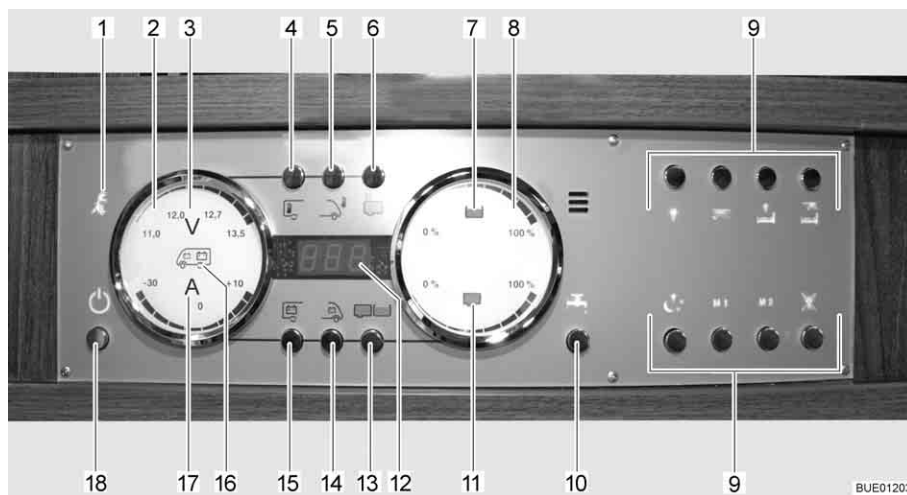

Bild 134 Panel LT 510
230 V-kontrollampan (Bild 134, 1) lyser när nätspänningen ligger på elblockets ingång.
Med huvudbrytaren 12 V (Bild 134,18) kopplas panelen och bodelens 12 V-försörjning till eller från.
- Tryck kort på knappen 12 V-försörjning (Bild 134,18). 12 V-försörjningen för bodelen är påslagen. Kontrolllampan "12 V" lyser.
- ▷ Efter aktivering av försörjningen: om lysdioden "11,0" för voltindikeringen samt symbolen volt "V" (Bild 134,3) på indikeringsinstrumentet för batterierna (Bild 134,2) blinkar är bodelsbatteriets spänning för låg. Ladda batteriet.
- ▷ Efter aktivering av försörjningen: om kontrolllampan "12 V" och symbolen volt "V" (Bild 134,3) blinkar tre gånger är batterifrånkopplingen aktiverad. Avaktivera batterifrånkopplingen.
- Tryck kort på knappen 12 V-försörjning (Bild 134,18). 12 V-försörjningen för bodelen är avstängd. Kontrolllampan "12 V-försörjning" slocknar.
- Tryck på knappen bodelsbatteri (Bild 134,15) och håll den intryckt i ca 10 sekunder. Symbolen volt "V" (Bild 134,3) och kontrolllampan "12 V" blinkar tre gånger. Bodelsbatteriet är frånkopplat från 12 V-nätet.
- Tryck på knappen 12 V-försörjning (Bild 134,18) och håll den intryckt i ca 5 sekunder. Symbolen volt "V" (Bild 134,3) och kontrolllampan "12 V" blinkar tre gånger. Bodelsbatteriet är anslutet till 12 V-nätet. Kontrolllampan tänds efter ca 5 sekunder.
- Tryck på knappen bodelsbatteri (Bild 134,15). Symbolen volt "V" (Bild 134,3) lyser. Symbolen ampere "A" (Bild 134,17) lyser vitt eller rött beroende på laddning eller urladdning. Bodelsbatteriets spänning och ström visas via lysdioderna på indikeringsinstrumentet.
- Tryck på knappen startbatteri (Bild 134,14). Symbolen volt "V" (Bild 134,3) lyser. Startbatteriets spänning visas via lysdioderna på indikeringsinstrumentet.
- Tryck på knappen tank (Bild 134,13). Symbolerna vattentank (Bild 134,7) och avloppstank (Bild 134,11) lyser. Nivån i vattentanken (övre skala) och i avloppstanken (nedre skala) visas via lysdioderna på indikeringsinstrumentet.
Tanklarm Symbolen vattentank (Bild 134,7) eller symbolen avloppstank (Bild 134,11) blinkar när vattentanken är tom eller när avloppstanken är full.
Via den digitala indikeringen (Bild 134,12) kan innetemperaturen och utetemperaturen avläsas.
- Tryck på knappen innetemperatur (Bild 134,4). Innetemperaturen visas.
- Tryck på knappen utetemperatur (Bild 134,5). Utetemperaturen visas.